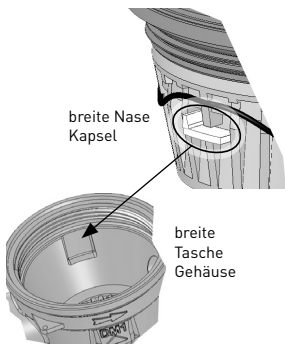

Bild 5 (Verdrehschutz)
- Trockenkapsel in die Vormontage einsetzen → **FLIESSRICHTUNG BEACHTEN!** Den breiten Verdrehenschutz (breite Nase) der Trockenkapsel in die dafür vorgesehene breite Gehäusenut (breite Tasche) einsetzen (Bild 5).